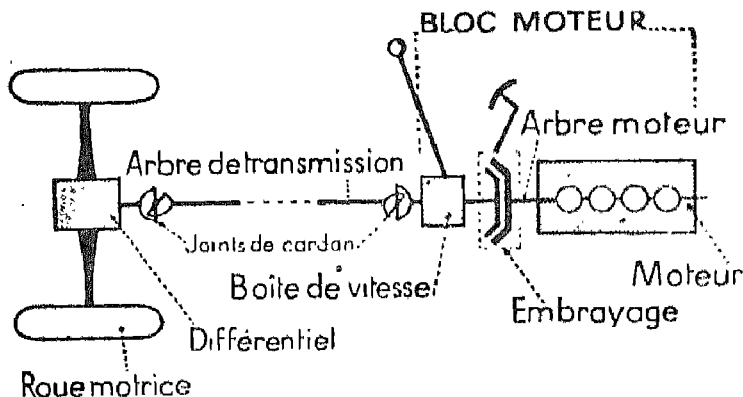

Fig. 5. — Mécanisme moteur d'une automobile. Il se compose :
**Résumons :** les organes essentiels du mécanisme moteur sont (fig. 5) : le moteur, l'embrayage, la boîte de vitesse, l'arbre de transmission, le différentiel, les roues motrices.
Fig. 7. — Boîte de vitesse d'automobile. L'arbre primaire est actionné par le moteur; l'arbre secondaire actionne l'arbre de transmission (fig. 5); ces deux arbres sont dans le prolongement l'un de l'autre; un arbre intermédiaire leur est parallèle. A, B, C, D, E, F, sont des roues d'engrenages.